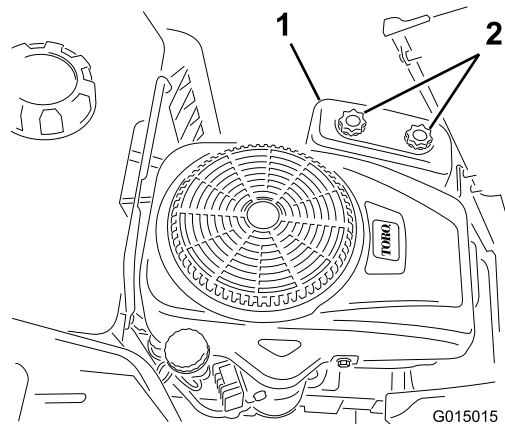

Figura 27
4. Remova a cobertura do filtro de ar desaparafusando os 2 botões (Figura 27).
3. Coloque a cobertura do filtro de ar e aperte os dois botões (Figura 27).